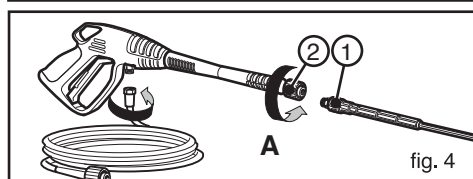

fig. 4
Pour monter la lance sur le pistolet, il suffit d'introduire l'extrémité fileté de la lance (fig.4 pos. 1) dans le trou présent sur le pistolet (fig.4 pos. 2).
Visser ensuite la lance comme indiqué par la flèche (A) jusqu'au serrage complet (voir fig.4).